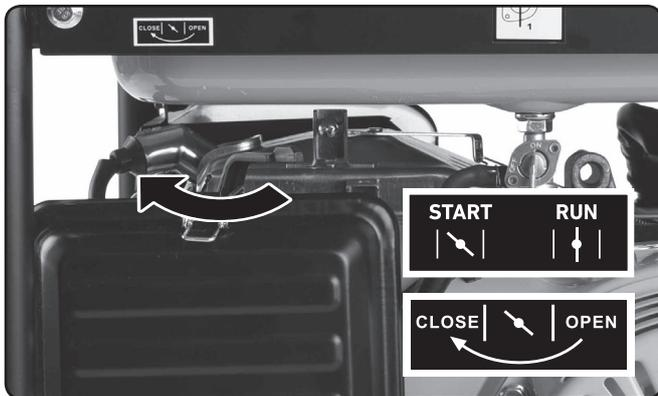

Рис. 16, переключення важеля повітряної заслінки у позицію «start» або «close»
**9. Переведіть важіль регуляції повітряної заслінки у позицію «start» або «close» залежно від напису на табличці на агрегаті, див. рис. 16.**